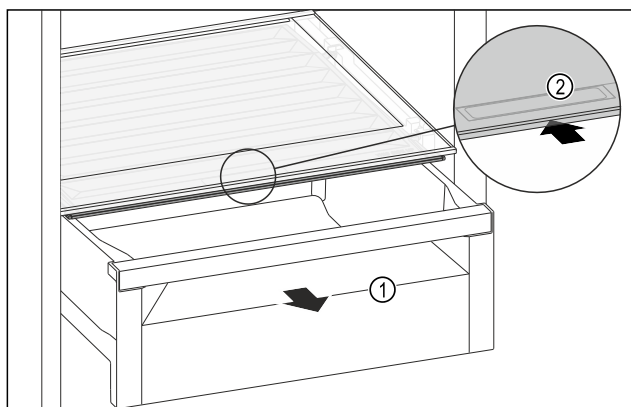

Fig. 111
- Estrarre il cassetto Fig. 111 (1).
- Afferrare la maniglia incassata Fig. 111 (2) sul coperchio dello scomparto e spingere allo stesso tempo all'indietro il coperchio dello scomparto.